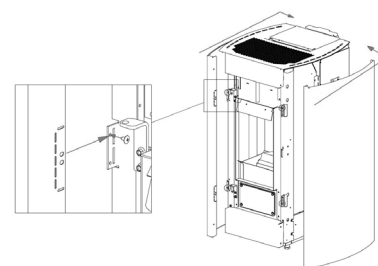
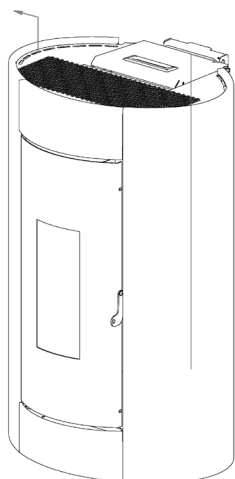

Fig. 57 - Entfernen der Seiten
Fig. 58 - Entfernen der Seiten
- Die 4 vorderen Schrauben herausrauben und die Seiten entfernen (siehe **Fig. 57** und **Fig. 58**).